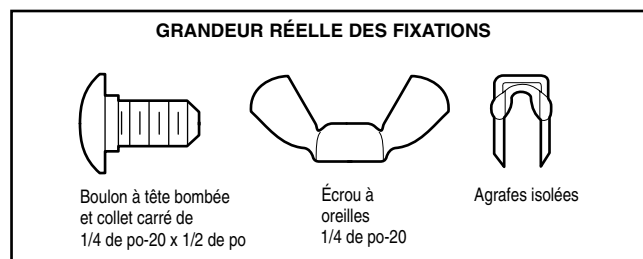

Figure 1 MONTAGE SUR GUIDES DE PORTE (CÔTÉ DROIT)
- Faire glisser les bras courbés par-dessus le bord arrondi de chaque guide de porte, les bras courbés étant dirigés vers la porte. Enclencher en place contre le côté du guide. Il doit reposer à plat, avec le rebord embrassant le bord arrière du guide, comme illustré à la Figure 1.